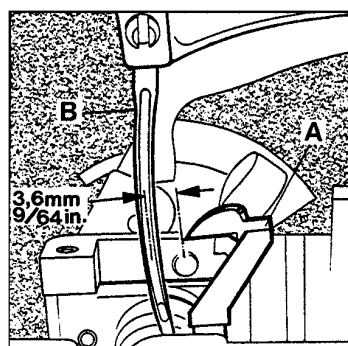

Fig. 6A
Set the looper (A, Fig. 6A) so that the distance from the center of the needle (B) to the point of the looper is not less than 3.6 mm (9/64") when the looper is at its farthest end position from the needle. Looper gauge No. 21225-9/64 can be used advantageously in making this setting.
Stellen Sie den Greifer (A, Fig. 6A) so, daß der Abstand von Nadelmitte (B) bis zur Greiferspitze nicht weniger als 3,6 mm beträgt, wenn der Greifer in der von der Nadel entferntesten Endstellung ist. Die Greifereinstellehre Nr. 21225-9/64 erleichtert diese Einstellung.